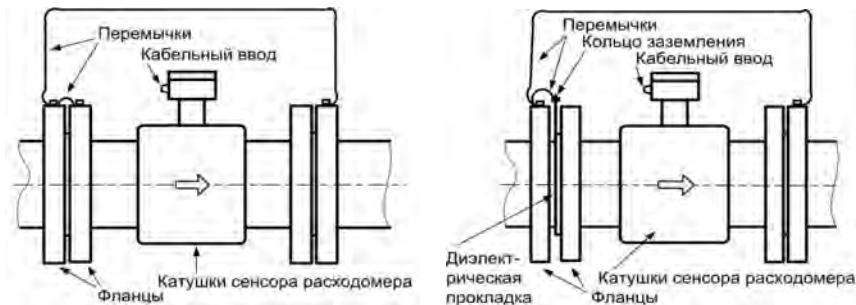

Рисунок 5.11 – Схема соединения фланцев при использовании катодной защиты (элементы крепежа на фланцах не показаны):
**ВНИМАНИЕ! Если в трубопроводе протекает электрический ток, например, в случае применения катодной защиты от коррозии, нужно устанавливать электрические перемычки – рисунок 5.11.**